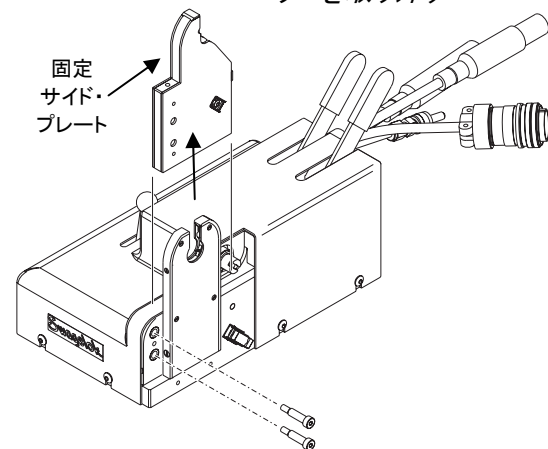

Figure 34 固定サイド・プレートを外す
8. 固定サイド・プレートをフィクチャーから引き抜きます。**Fig.34** をご参照ください。